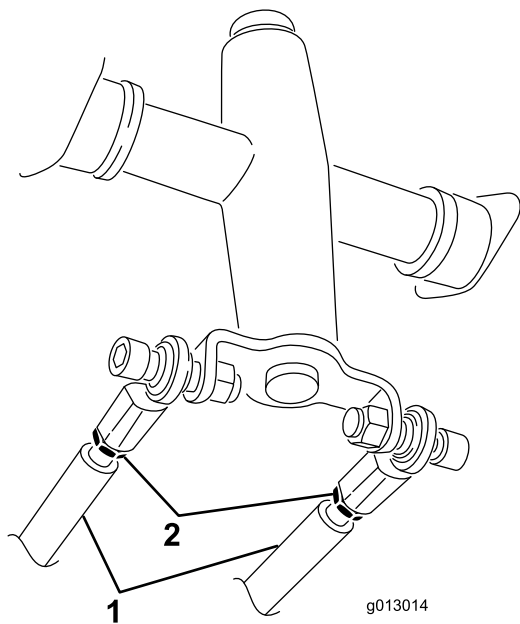

Figura 56
3. Afloje las contratuerca de las varillas de tracción, debajo del panel de control (Figura 56).